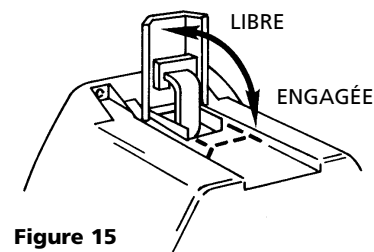

Figure 15
Soulevez le levier d'embrayage en position "Libre" de la manière indiquée à la Figure 15. S'il y a une charge sur le câble, il est possible qu'il soit difficile de déplacer le levier d'embrayage. NE FORCEZ PAS LE LEVIER D'EMBRAYAGE. Relâchez la tension du câble en le remuant un peu et essayez ensuite de désembrayer l'embrayage. Sortez du câble en tirant et attachez-le à l'ancre ou à la charge. Vérifiez qu'il reste un minimum de cinq (5) tours de câble sur le tambour. Engagez à nouveau le tambour en remettant le levier d'embrayage en position "engagée" (Fig. 15).